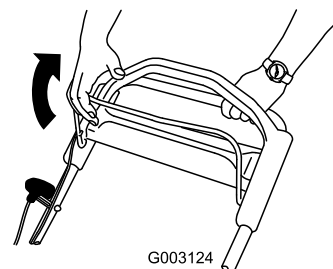

Figura 30
2. Tirate la barra di comando della lama verso la stegola (Figura 30).